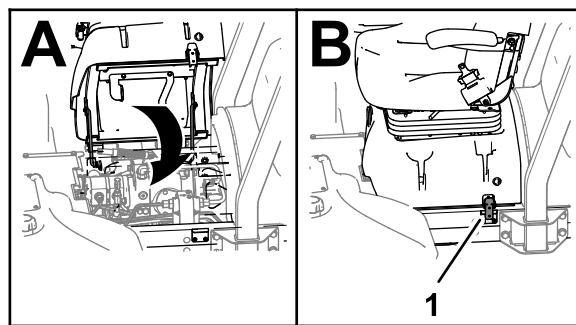

Рисунок 34
3. Поверните сиденье и его основание, чтобы закрыть их, и зафиксируйте основание защелкой (Рисунок 34).